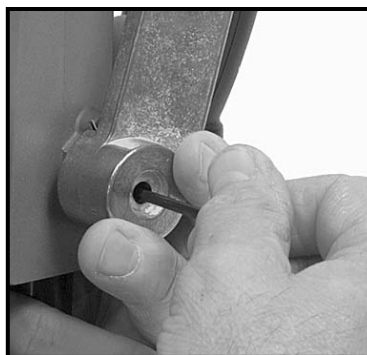

Fig. 10
2. Meta una llave hexagonal (no está provista) de 1/8" en el tornillo de ajuste (vea la Fig. 10), y desatornille aproximadamente 1/2 vuelta en el sentido contrario a las manecillas del reloj.